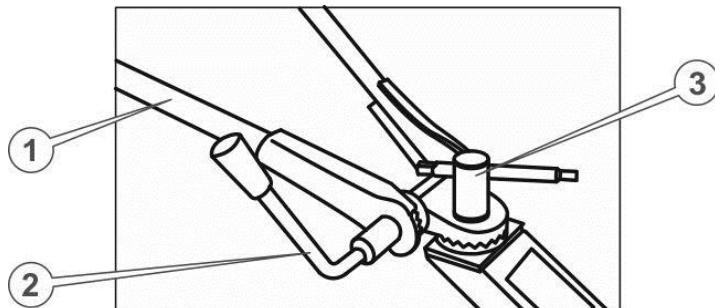

Рисунок 2. Кріплення керма
3. Звільнити кермо від пакувальної плівки. Відкрутити затисну гайку з важелем і витягнути стяжний болт. Встановити кермо на рульову стійку центрального вузла, потрапляючи зубцями в зубці (див. рис. 2.), вставити стяжний болт таким чином, щоб його головка зайшла в шестигранне поглиблення у вушку керма (ліворуч у напрямку руху мотоблока), опустити рукоятки керма в нижнє положення і затягнути затисну гайку з важелем.